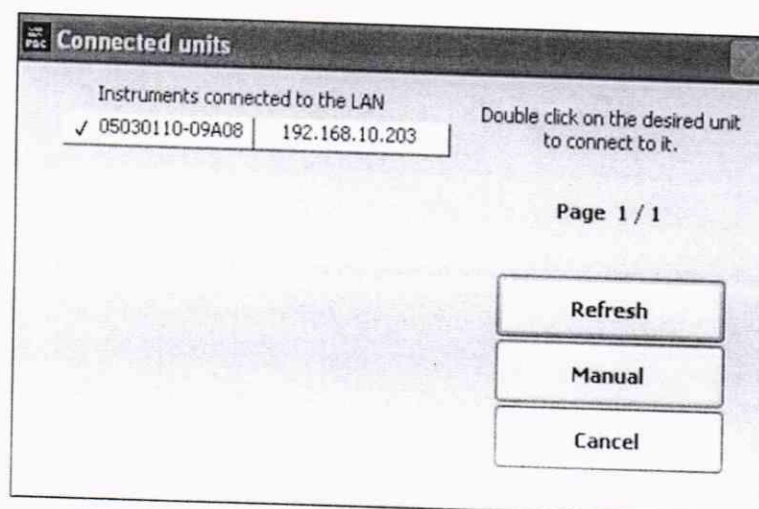
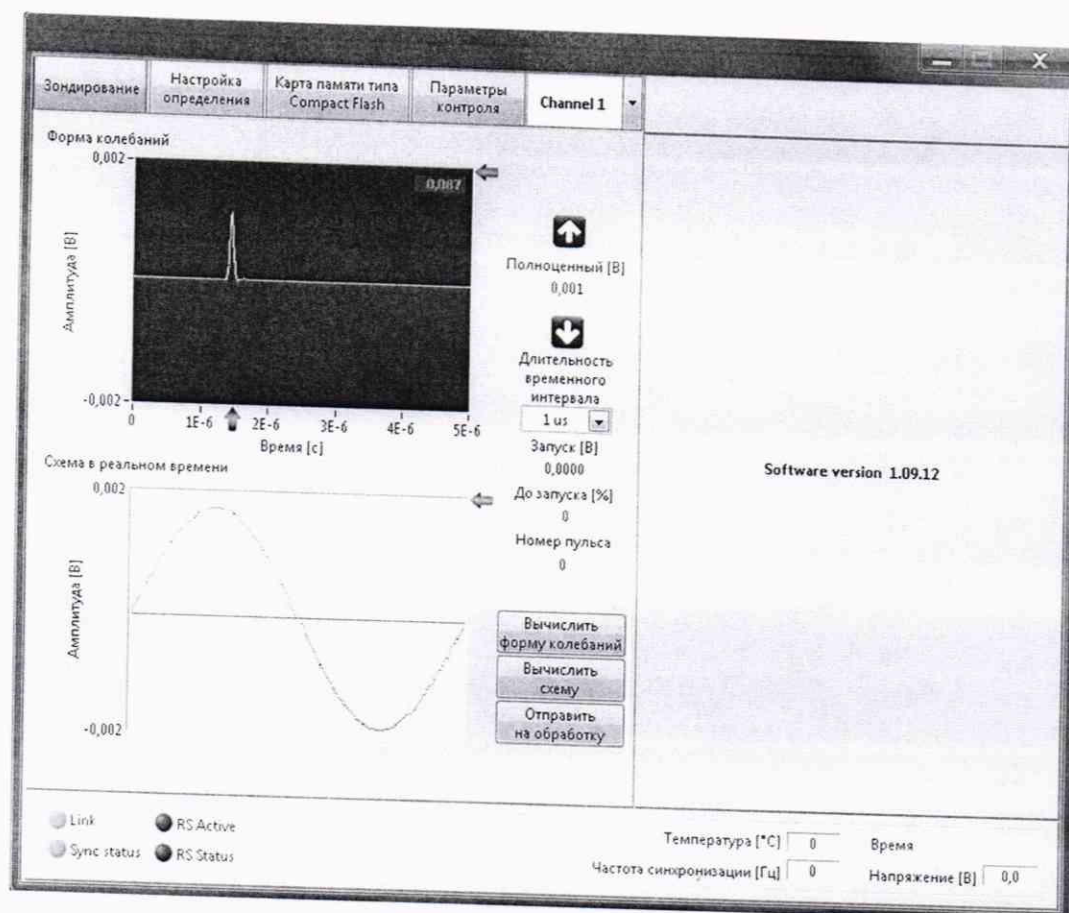

Рисунок 2 – Окно обнаружения подключенных Ethernet устройств внешнего программного обеспечения
Рисунок 3 – Окно проведения измерений (вкладка «Зондирование») внешнего ПО
- 12) осуществляется запуск на ноутбуке ПО версии не ранее 1.09.10; в появившемся окне «Connecting units» выбирается система ЭксДи (рисунок 2);
- 13) определяется состояние индикаторов в окне ПО «Link» и «Sync status»; состояние данных индикаторов «подключено» отображается светло-зеленым цветом, состояние индикаторов «отключено» отображается темно-зеленым цветом (рисунок 3);
- 14) устанавливается канал измерения 1 («Channel 1») в верхней части окна проведения измерений (вкладка «Зондирование») внешнего ПО (рисунок 3);
15) производится измерение амплитуды напряжения сигнала системой ЭксДи в окне проведения измерений (вкладка «Зондирование») внешнего ПО (рисунок 3); значение амплитуды напряжения импульсов отображается в верхнем правом углу окна «Форма колебаний» вкладки «Зондирование» внешнего ПО (рисунок 3); время измерения напряжения составляет 10 с;
17) устанавливается канал измерения 2 («Channel 2») в верхней части окна проведения измерений (вкладка «Зондирование») внешнего ПО (рисунок 3);
20) устанавливается канал измерения 3 («Channel 3») в верхней части окна проведения измерений (вкладка «Зондирование») внешнего ПО (рисунок 3);
- 7) осуществляется запуск на ноутбуке ПО версии не ниже 1.09.10; в появившемся окне «Connecting units» выбирается система ЭксДи (рисунок 2); при этом в окне программы индикатор «Link» должен отображаться светло-зеленым цветом (состояние «подключено») (рисунок 3);
9) осуществляется запуск на ноутбуке ПО версии не ранее 1.09.10; в появившемся окне «Connecting units» выбирается система ЭксДи (рисунок 2);
10) определяется состояние индикаторов в окне ПО «Link» и «Sync status»; состояние данных индикаторов «подключено» отображается светло-зеленым цветом, состояние индикаторов «отключено» отображается темно-зеленым цветом (рисунок 3); оба индикатора должны находиться в состоянии «подключено»;
14) устанавливается канал измерения 1 («Channel 1») в верхней части окна проведения измерений (вкладка «Зондирование») внешнего ПО (рисунок 3);
18) производится измерение амплитуды напряжения сигнала системой ЭксДи в окне проведения измерений (вкладка «Зондирование») внешнего ПО (рисунок 3); значение амплитуды напряжения импульсов отображается в верхнем правом углу окна «Форма колебаний» вкладки «Зондирование» внешнего ПО (рисунок 3); время измерения напряжения составляет 10 с;
ЭксДи в окне проведения измерений (вкладка «Зондирование») внешнего ПО (рисунок 3); значение амплитуды напряжения импульсов отображается в верхнем правом углу окна «Форма колебаний» вкладки «Зондирование» внешнего ПО (рисунок 3); время измерения напряжения составляет 10 с;